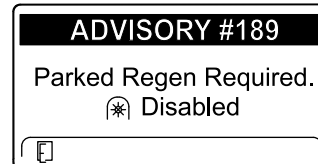

Figura 47
- Si usted no realiza una regeneración estacionaria en el plazo de 2 horas, el InfoCenter muestra el AVISO N° 189 – Regeneración estacionaria necesaria – Toma de fuerza deshabilitada (Figura 47).